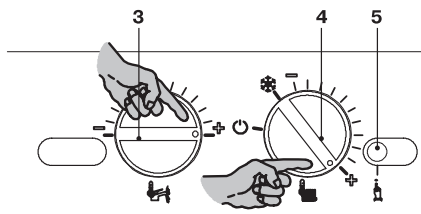

Рисунок 7.4
- Поверните переключатель 4 так, как показано на рисунке (Рисунок 7.4).